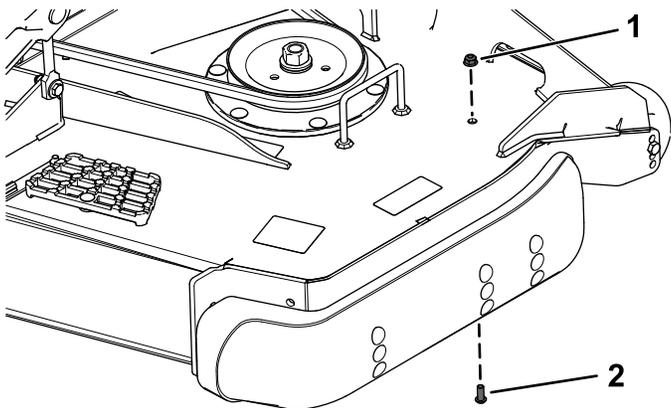

Bild 6
1. Entfernen Sie die Halbrundschaube (5/16" x 3/4") und die Bundmutter (5/16") von der linken Seite des Mähwerks (Bild 6).